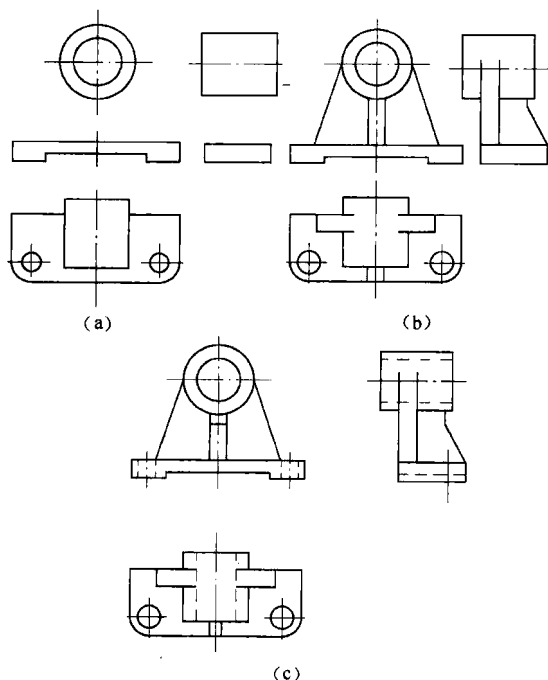

图1-2 画图步骤
(4)画图。视图位置大致确定后,首先将各视图的中心线 and 对称轴线画出,再画零件可见轮廓线、圆及圆弧。其次,画圆角、倒角及必须表示的不可见部分。画图步骤如图 1-2 所示。